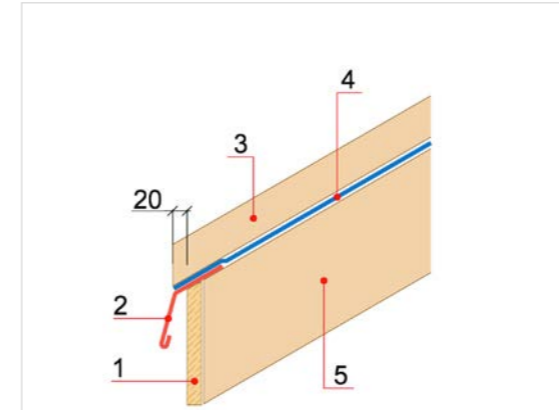

рис. 7
7.3.4. Для обеспечения притока воздуха в подкровельное пространство в области карниза нижний край контробрешетки необходимо выпустить относительно лобовой доски на 20 мм (рис. 7).